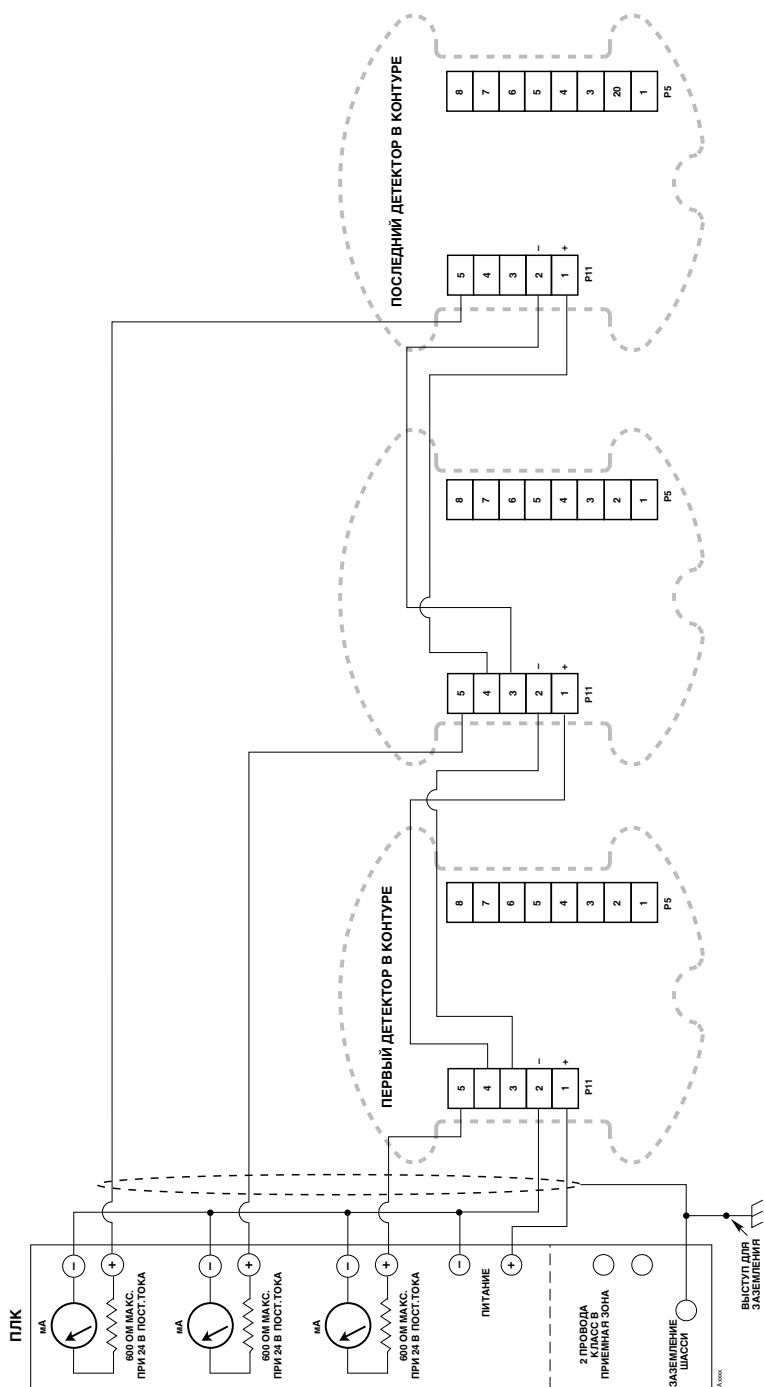

Рисунок 11—Проводка для нескольких детекторов (0-20 мА используются, реле не используются)
- На рис. 11 и 12 представлена проводка для конфигураций из нескольких детекторов.